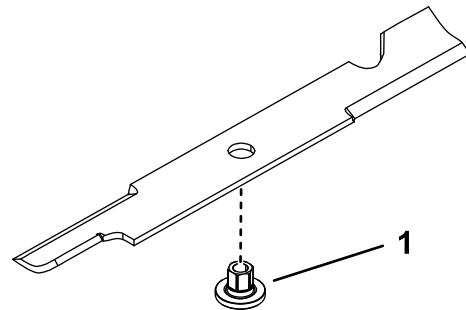

Figura 78
1. Instale el buje a través de la cuchilla con la brida del buje en el lado inferior (lado del césped) de la cuchilla (Figura 78).